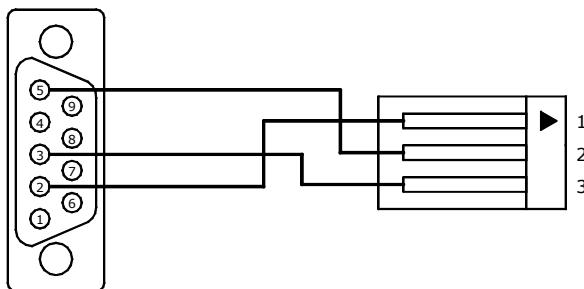
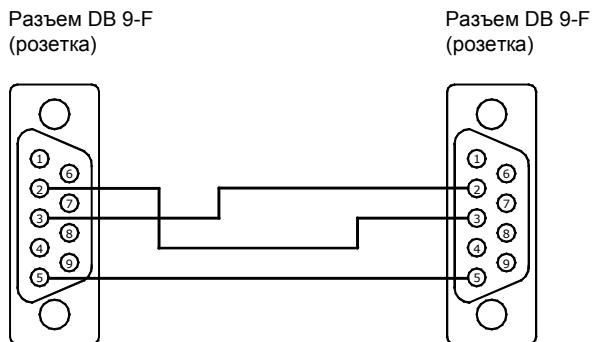

Рис. 7.4
Рис. 7.5
7.5.2 В случае, когда теплосчетчик поставляется с установленным переходным кабелем (см. карту заказа, ПРИЛОЖЕНИЕ А), для считывания данных по интерфейсу RS-232C в ПК необходимо подключить к переходному кабелю, изображенному на рис. 7.4, нуль-модемный кабель (см. рис. 7.5).
7.5.3 Для считывания данных по интерфейсу RS-232С в адаптер переноса данных необходимо подключить адаптер к переходному кабелю (см. рис. 7.4).